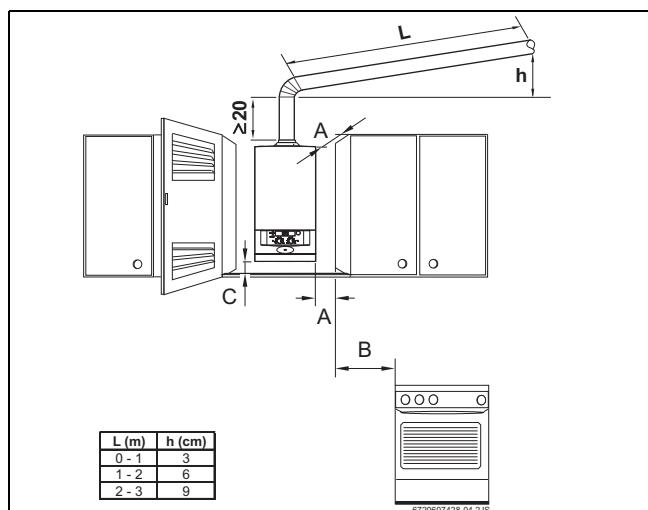

Рис. 5 Минимальные расстояния
- следует обеспечить достаточное пространство для выполнения работ по монтажу и техническому обслуживанию - необходимо учесть допустимые расстояния, указанные на рис. 5.